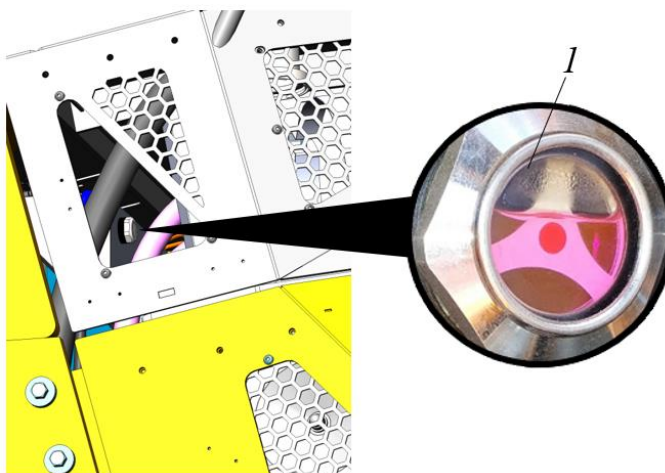

Рисунок 5.67. Смотровое окно для проверки уровня охлаждающей жидкости
- ▶ Через смотровое окно 1, рис. 5.67, проверить наличие и уровень охлаждающей жидкости.
Нормальным считается уровень, когда жидкость покрывает половину высоты смотрового окна 1, рис. 5.67.